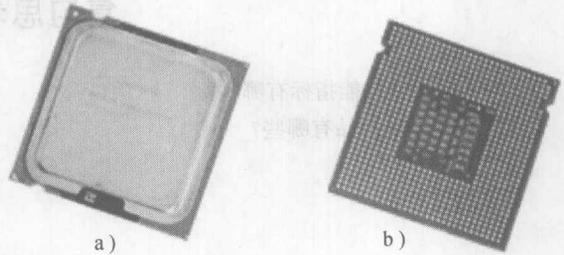

图 2-2 Intel Core2 CPU 的外形
1. Intel CPU 以适用于台式机的 CPU 为例进行介绍, 其外形如图 2-2 所示。